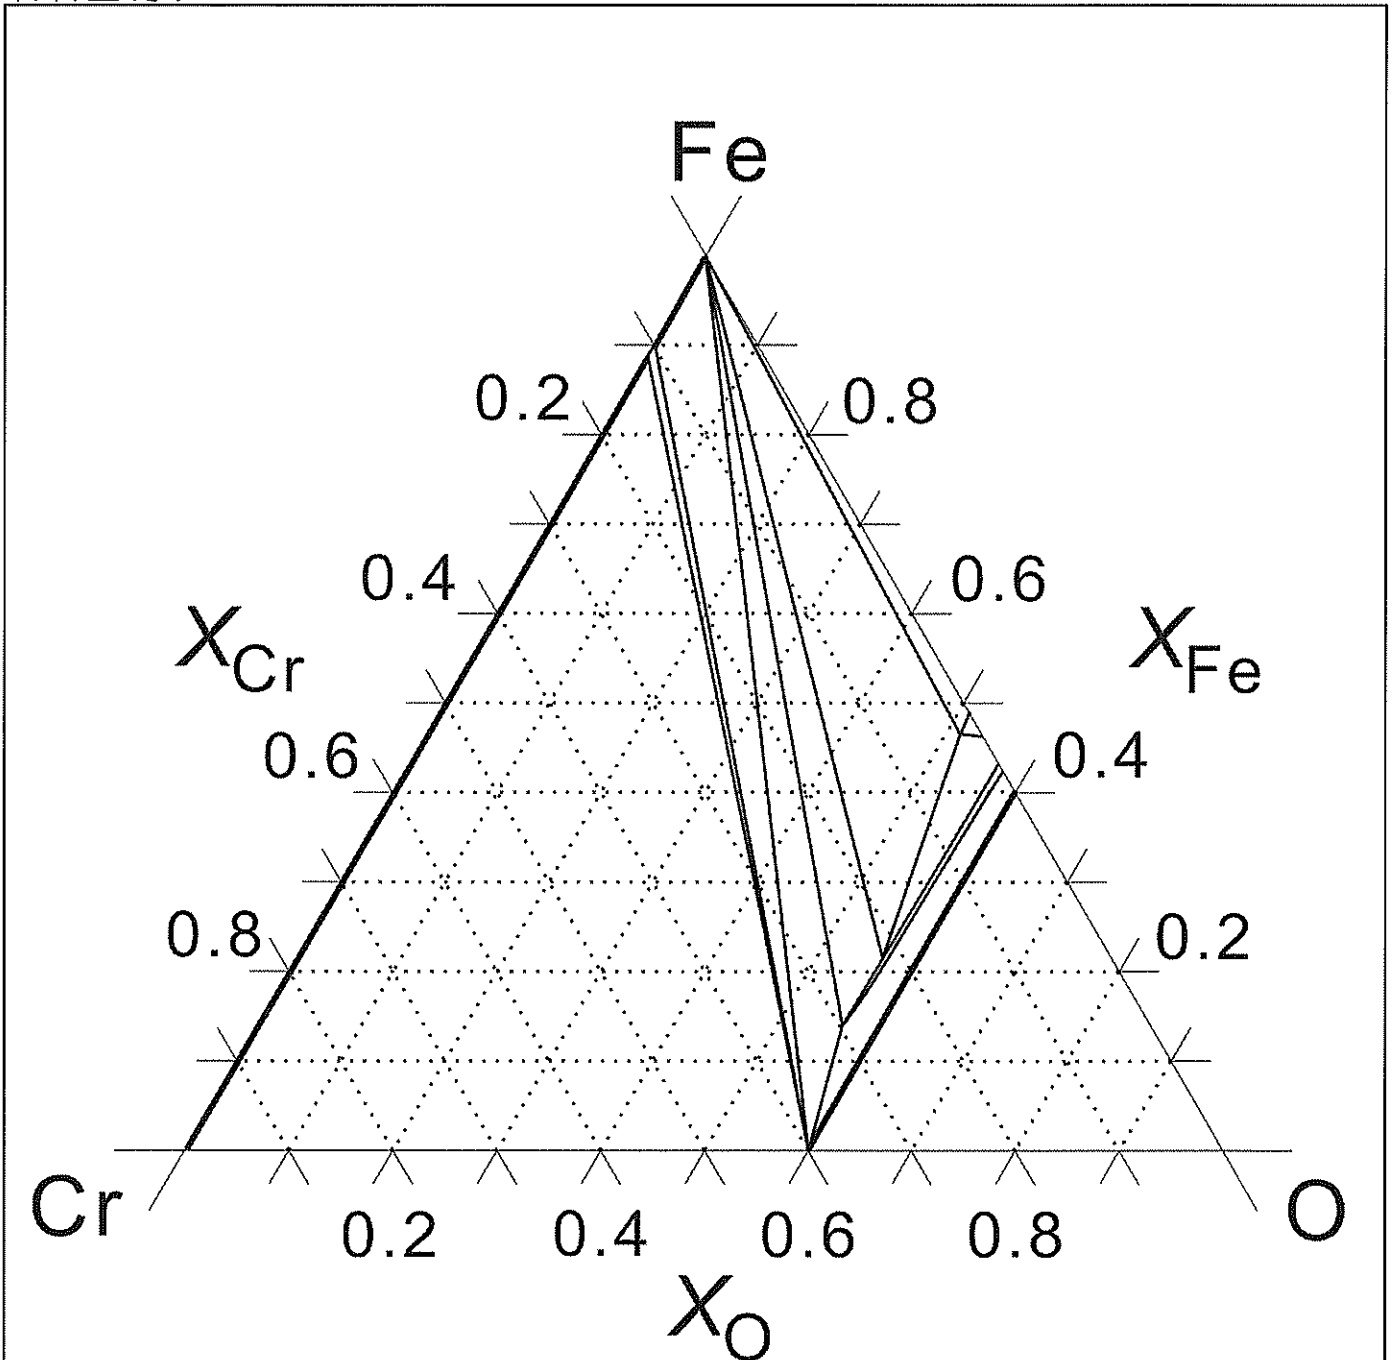

図4 温度 1473 K における Fe-Cr-O 系の状態図.
問3 図4は、温度 1473 K、全圧 1 atm における Fe-Cr-O 系の三元系状態図である。この状態図に関する以下の設問(1)~(3)に答えよ。ただし、この系には、FCC 構造の Fe と Cr の固溶体ならびに BCC 構造の Cr と Fe の固溶体、 $Fe_{1-x}O$  ならびに  $Fe_3O_4$  の Fe を Cr が部分置換した固溶体、 $Cr_2O_3$  と  $Fe_2O_3$  の全率固溶体、さらには  $O_2(g)$  が存在する。
- (1) 温度 1473 K において、この系に 3 相平衡はいくつ存在するか。その数を答えよ。
- (2) ここに、酸化物イオン輸率 1 の固体電解質がある。この固体電解質を用い、図4の状態図中の物質を利用して一番大きな起電力がでるように電池を組むには、どのような酸化還元反応の組み合わせが適当であるか。反応物となる物質の組み合わせを答えよ。
- (3) 純 Fe と純 Cr を、モル比で Fe : Cr = 70:30 で混合し純 Ar を満たした反応容器に挿入した。これを 1473 K で平衡に達したのを確認し、全圧を 1 atm に保ちつつ少しずつ酸素を導入した。平衡論的に反応が進むと考えて、酸素の添加量に対する酸素分圧の変化を熱力学的整合が取れるよう定性的に対数で解答用紙へ記せ。ただし、反応容器中の試料上部の空間は十分に小さく、空間の酸素量は添加した酸素量に比べ無視できるものとせよ。解答の範囲は、酸素のモル分率で 0.05 ~ 0.585 の範囲でよい。また、解答に際して酸素を添加しても酸素分圧が変化しない領域を太線で、それ以外を細線で示せ。